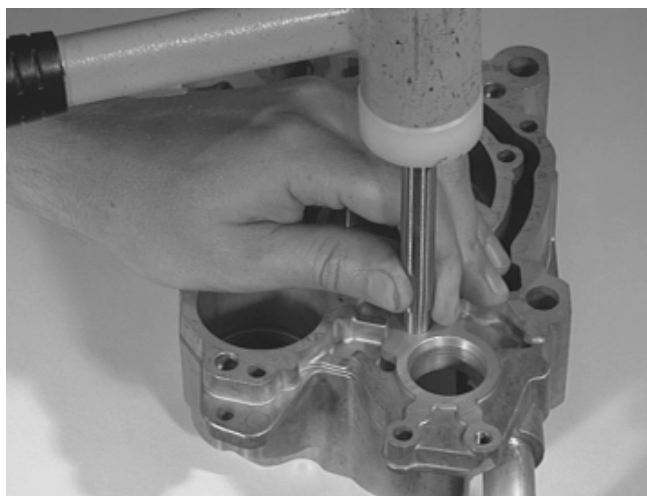

Bild 19.1
⇒ Gehäusehälfte umdrehen und mit dem Montagedorn das Nadellager (4) austreiben (siehe Bild 19.1).